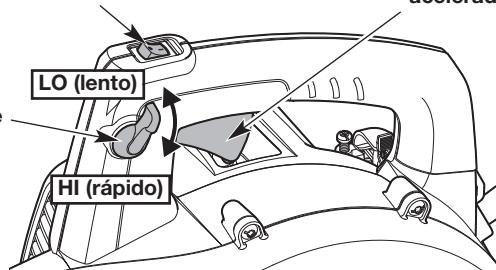

Fig. 3
**NOTA:** No hay necesidad de encender la unidad. El interruptor de encendido/apagado debe estar en la posición **Encendido (I)** en todo momento (Fig. 3).
4. Apriete y mantenga oprimido el control del acelerador o mueva el control de crucero a la posición **HI (rápido)** (Fig. 3).
**NOTA:** Continúe APRETANDO y MANTENGA APRETADO el control del acelerador o mantenga el control de crucero en la posición **HI (rápida)** para TODOS los pasos subsiguientes (Fig. 3).
2. Oprima y mantenga apretado el interruptor de encendido/apagado en la posición **Apagado (O)** hasta que el motor se pare por completo (Fig. 3).
- Use el control de crucero para facilitar la operación continua (Fig. 3).